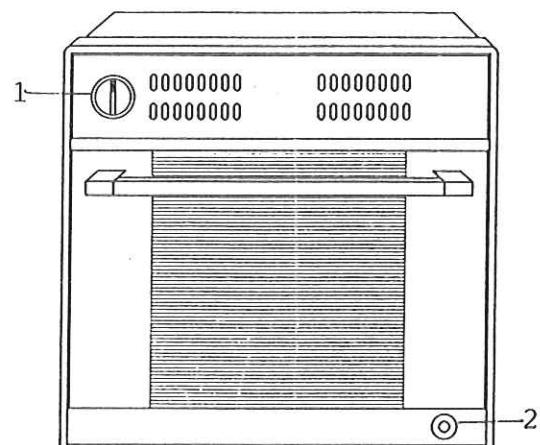

Bild 1
- \*\* Reglera temperaturen i ugnen med vredet för ugnsluckan (bild 1) mellan 150 och 270 °C.
#### **Ugnsluckan (bild 1) tänds**